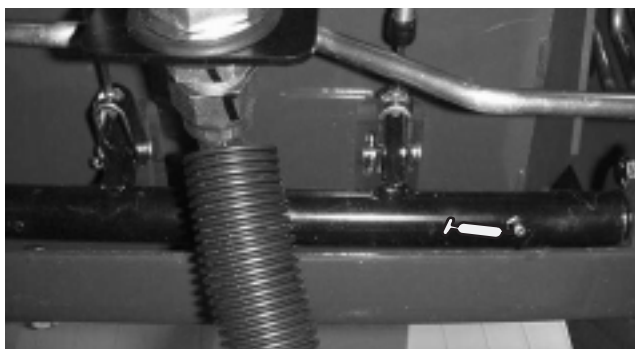

Figure 20
- Paliers d'axes de pivots de freins (5) (Fig. 20).